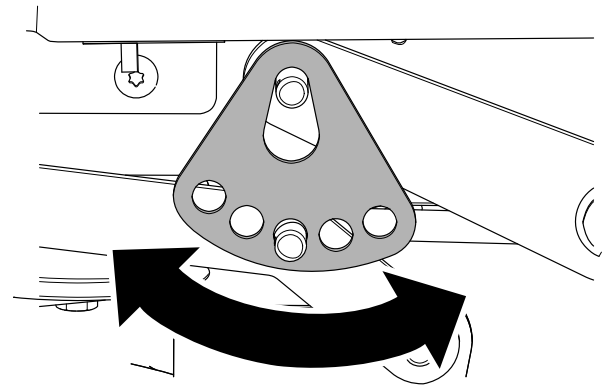

**Bild 66**
6. Entfernen Sie den Splint und die Unterlegscheibe vom unteren Hubarmbolzen (Bild 66).